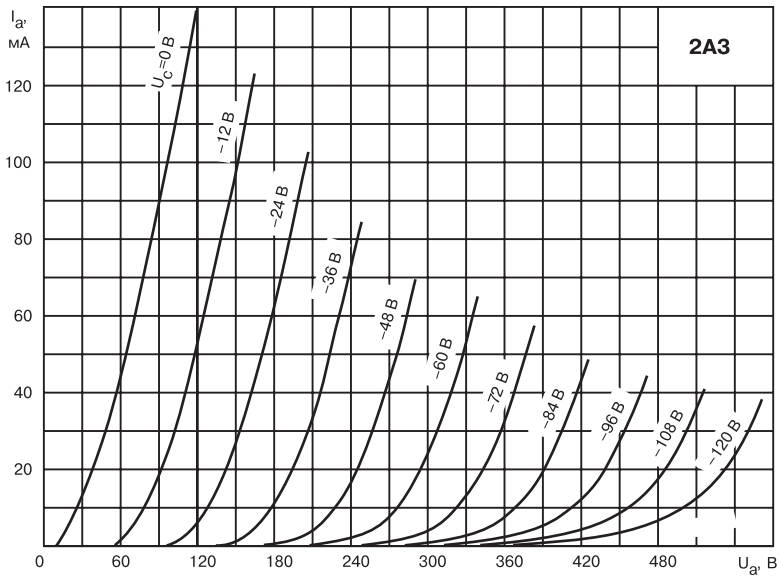

Рис. 3.2. Типовые вольтамперные характеристики 2А3
- ♦ линейные ВАХ (см. рис. 3.2);